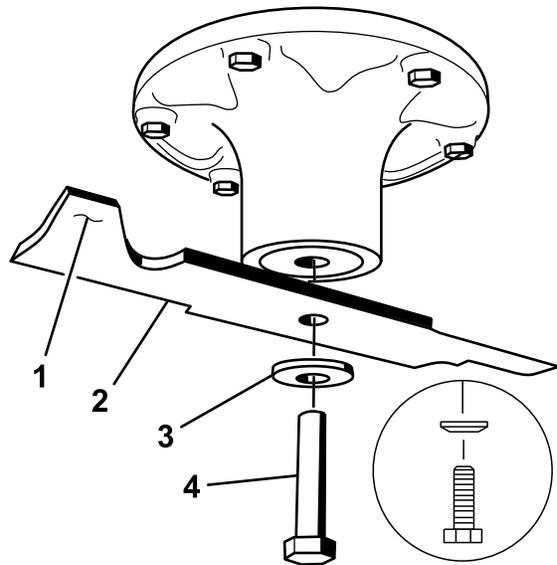

図 77
- スピンドルのシャフトからブレードボルト、湾曲ワッシャ、ブレードを取り外す(図 77)。